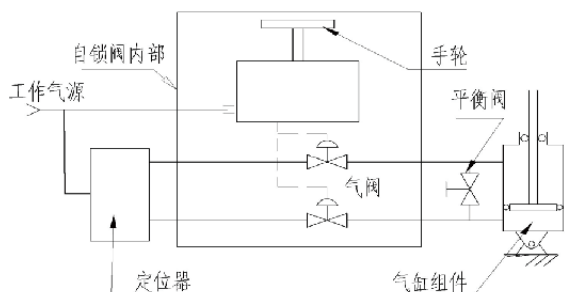
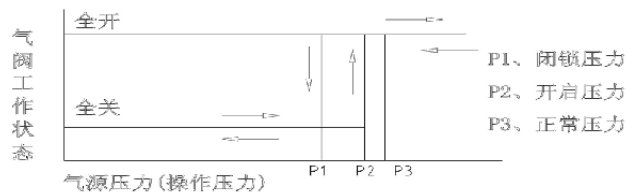

图5 自锁阀气锁工作原理图
图6 自锁阀工作特性图
b)、断气自锁原理：本自锁装置的基本部分是气动自锁阀，其工作原理如图 5 所示，当工作气源小于自锁阀设定的压力时，自锁阀的气阀关闭，气缸的气路与定位器的气路被切断，气缸的压力保持在闭锁前的状态，机构保持不动。当工作气源在于自锁阀开启压力时，气阀打开，机构正常工作。气动自锁阀的工作特性如图 6 所示。手轮可设定开启压力。